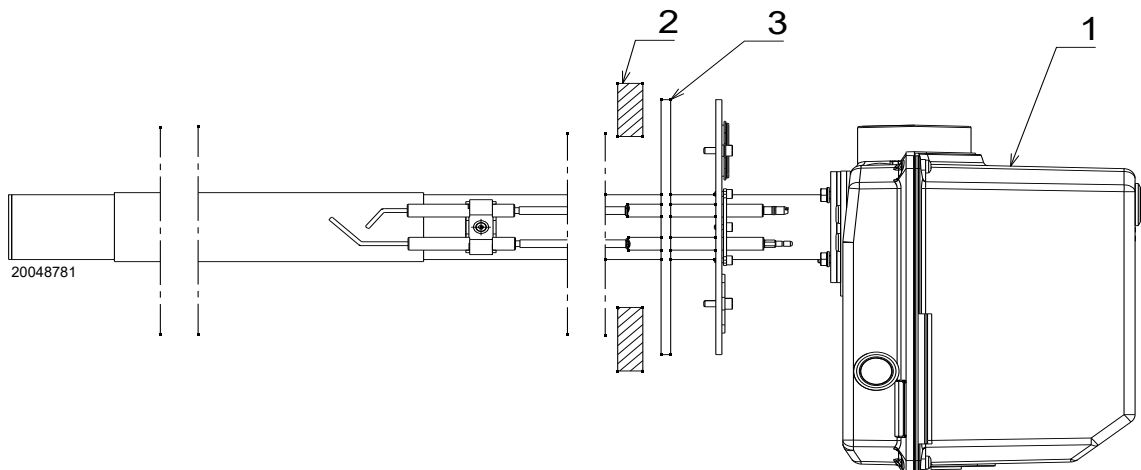

Abb. 8
- Den Brenner 1) (Abb. 8) mit den 4 mitgelieferten Schrauben und (bei Bedarf) den 4 Muttern unter Zwischenfügen der Isolierdichtung 3) an der Klappe des Kessels 2) anbringen.